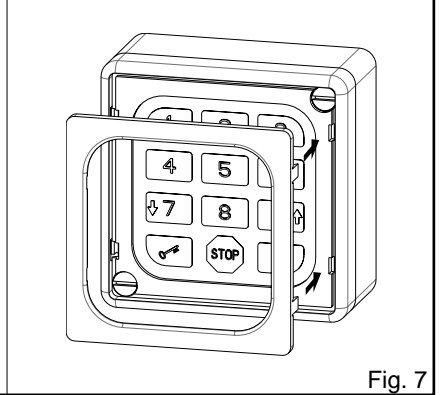

Fig. 7
- clipser ensuite le couvercle de protection des vis avec une simple pression des doigts (fig.7).
- por último, monte la tapadera que cubre los tornillos con una simple presión de los dedos (fig.7).